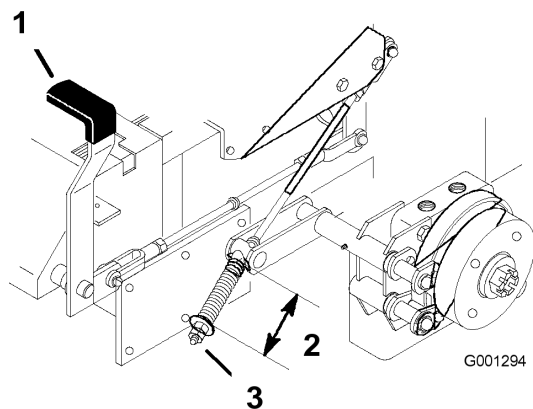

Bild 49
2. Messen Sie die Länge der Feder. Der Abstand zwischen den Scheiben sollte 64 mm betragen (Bild 49).
3. Falls Sie eine Einstellung vornehmen müssen, lockern Sie die Klemmmutter unterhalb der Feder und ziehen Sie die Mutter direkt unter dem Joch an (Bild 49). Drehen Sie die Mutter, bis Sie den korrekten Messwert erhalten. Drehen Sie die Muttern nach rechts, um die Federlänge zu verkürzen und nach links, um die Federlänge zu erhöhen.